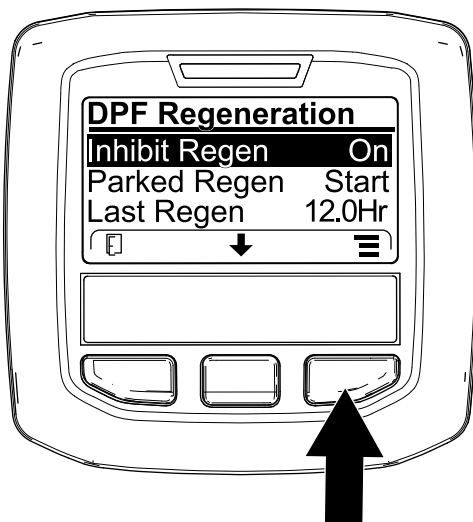
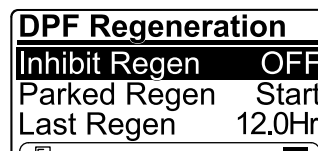

Bild 46
Bild 47
1. Navigieren Sie auf das Menü „DPF Regeneration“, drücken Sie die mittlere Taste und navigieren Sie auf die Option INHIBIT REGEN.; drücken Sie die rechte Taste, um den Eintrag „Inhibit Regen.“ auszuwählen (Bild 46).
2. Drücken Sie die rechte Taste, um die Einstellung für das Verhindern der Regenerierung von „On“ in „Off“ (Bild 46) oder von „Off“ in „On“ (Bild 47) zu ändern.